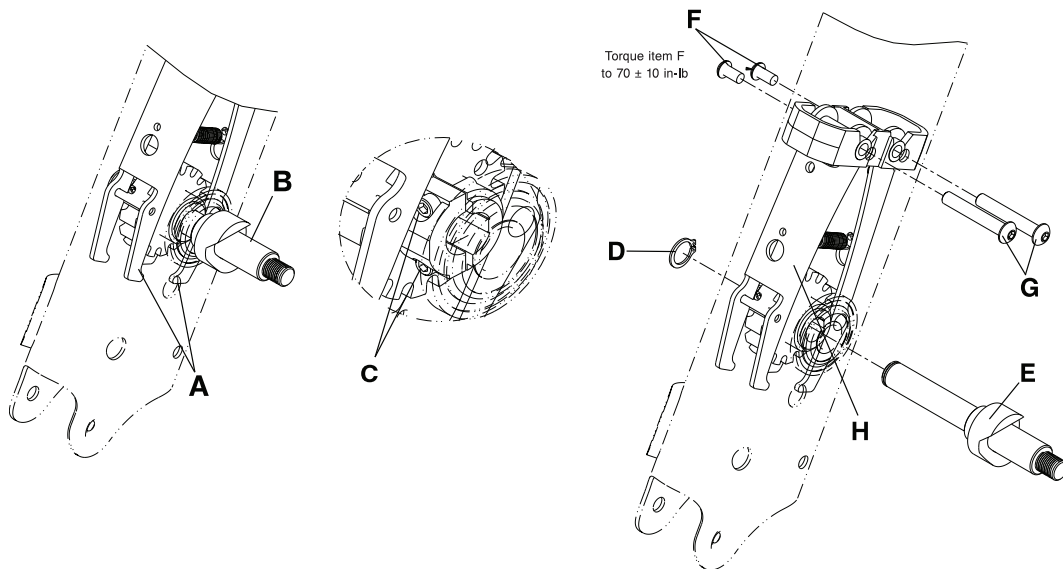

Abbildung 3-30: Austausch der Bremsfinger-Baugruppe
2. Die Bremsfinger (A) von Hand öffnen. Mit der anderen Hand die Hinterrad-Achsbaugruppe (B) drehen, sodass die Zylinderkopf-Innensechskantschrauben (C) zur Unterseite des Stuhls zeigen (Abbildung 3-30 auf Seite 3-49).
3. Die beiden Zylinderkopf-Innensechskantschrauben (C) an der Hinterrad-Achsbaugruppe (B) mit einem 9/64-Zoll-Sechskantschlüssel lösen (Abbildung 3-30 auf Seite 3-49).
4. Den Sicherungsring (D) (Abbildung 3-30 auf Seite 3-49), mit dem die Hinterrad-Achsbaugruppe (E) (Abbildung 3-30 auf Seite 3-49) am Stuhlrahmen befestigt ist, mit einer Sicherungsringzange entfernen. Den Sicherungsring aufheben.
5. Die Hinterrad-Achsbaugruppe (E) entfernen (Abbildung 3-30 auf Seite 3-49).
6. Mit einem 5/32-Zoll-Sechskantschlüssel und einem 3/16-Zoll-Sechskantschlüssel die Schrauben (F) und die Distanzmuttern der Bremsfinger (G) entfernen, mit denen die Bremsfinger-Baugruppe (H) befestigt ist (Abbildung 3-30 auf Seite 3-49). Die Schrauben (F) beim Wiedereinbau mit einem Drehmomentschlüssel mit 3/8-Zoll-Antrieb auf  $70 \pm 10$  in-lb ( $8 \pm 1,1$  Nm) festziehen.
7. Die Bremsfinger-Baugruppe (H) entfernen und entsorgen (Abbildung 3-30 auf Seite 3-49).